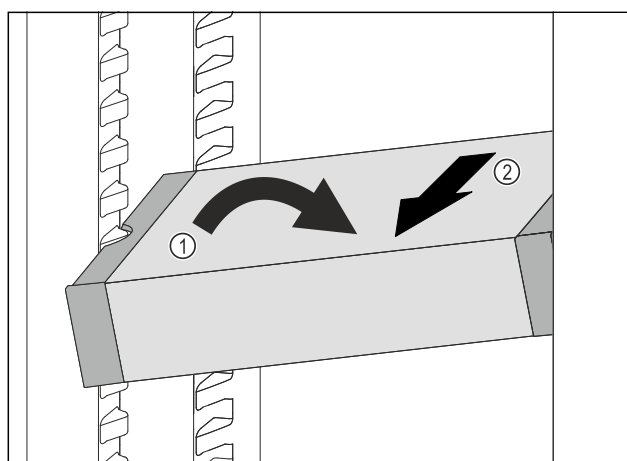

Fig. 181
- Vendosni VarioSafe pjerrtas në pjesën e ftohjes. *Fig. 181 (1)*
- Hiqni VarioSafe për nga përpara. *Fig. 181 (2)*